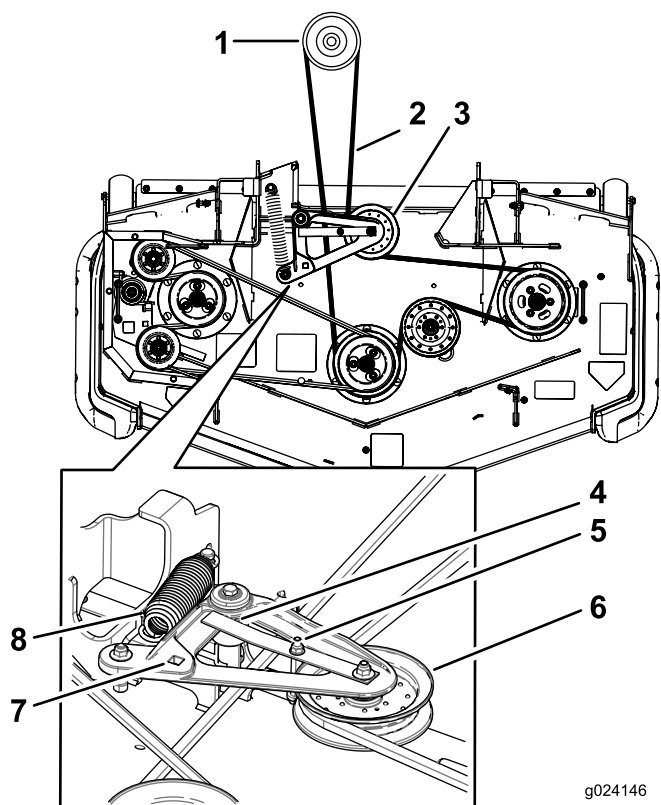

Figure 98
5. Soulevez le plancher et insérez un rochet dans le trou carré de la poulie de tension du plateau (Figure 98).
6. Tournez la poulie de tension du plateau de coupe dans le sens horaire, tirez sur la patte du guide-courroie et déposez la courroie du plateau de coupe de l'embrayage (Figure 98).